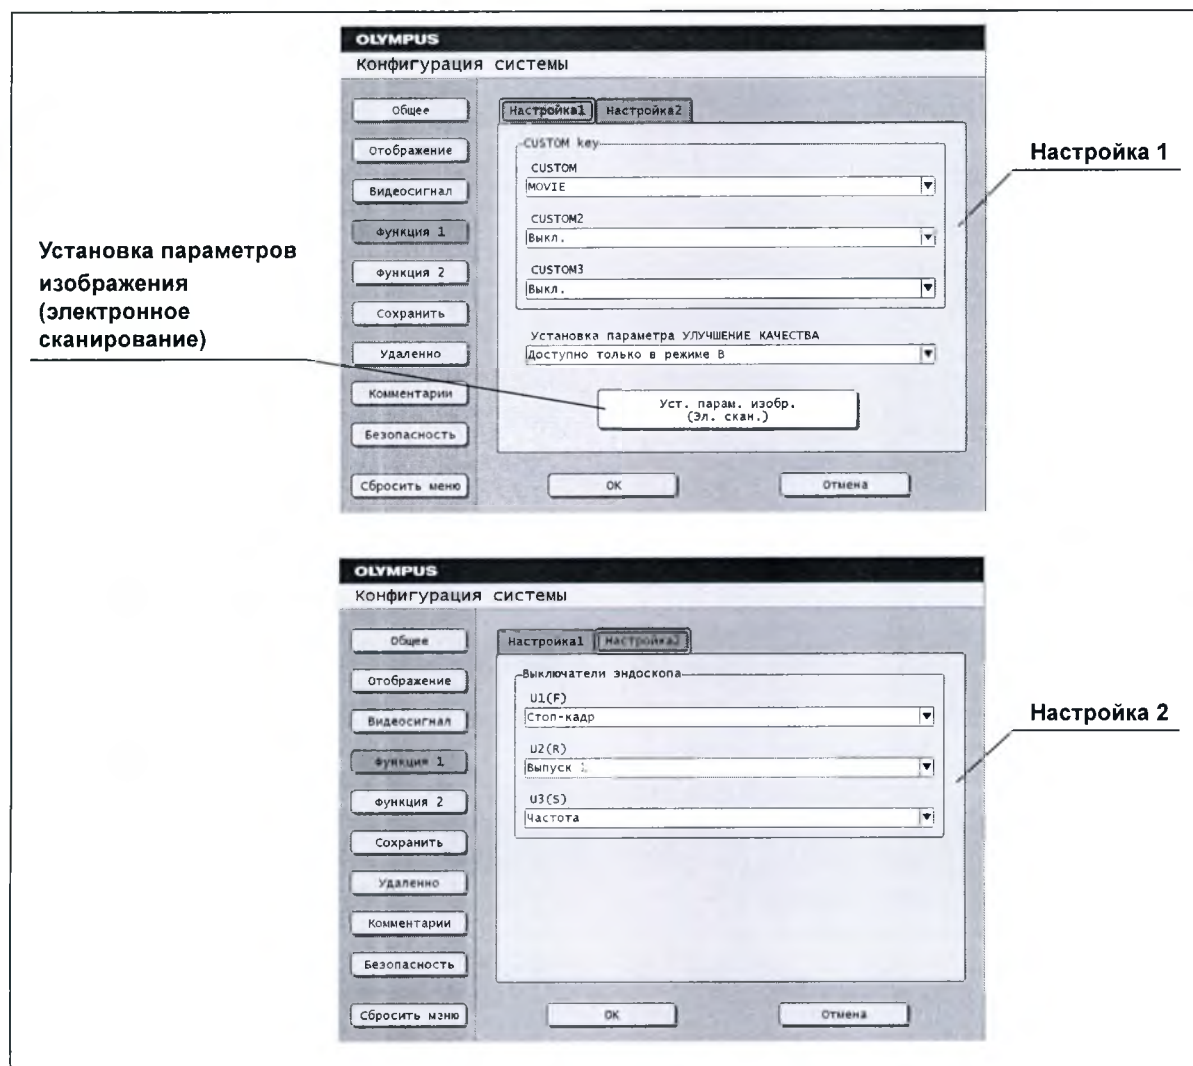

Рисунок 4.13
- 2 Выберите группу [Function 1] (Функция 1) с помощью клавиши-стрелки или трекбола. Появится экран [Setting 1] (Настройка 1). (см. рис. 4.13)